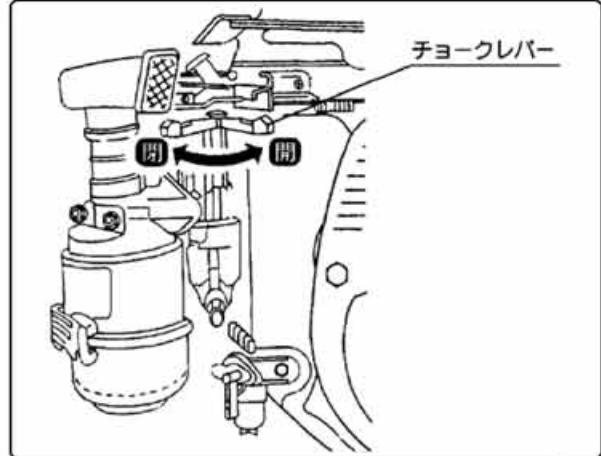

図6
- ⑥ 外気温がおよそ15°C以上の時にはチョーク操作は不要です。それ以外の時にはチョークレバーを【全閉】位置にします。一度暖まったエンジンを始動するときには、チョークレバーを【開】または【半開】位置にしてください。(図6)